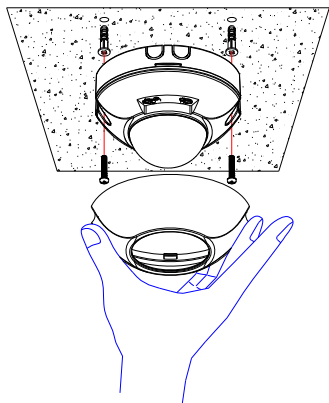

FIGURA 4
- (1) Desligue a fonte de energia ou o interruptor da parede.
- (2) Pressione os dois lados curvos para remover a tampa decorativa.
- (3) Fazer uso da base como modelo para marcar a posição dos dois orifícios no teto.
- (4) Fure o teto (brocas e parafusos fornecidos) e fixe a base ao teto. Finalmente encaixe a tampa decorativa na unidade. (FIGURA 4)